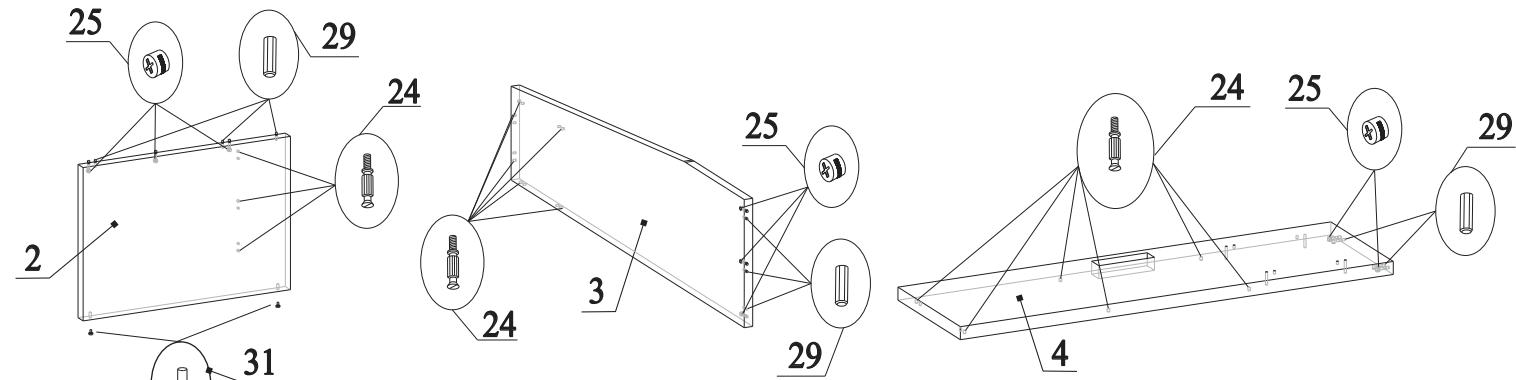

Рис.4
6. В муфты на детали 3 вкрутить дюбеля 24 (рис.4);
7. В отверстия на детали 3 вставить эксцентрики 25 стрелками к торцевым отверстиям (рис.4);